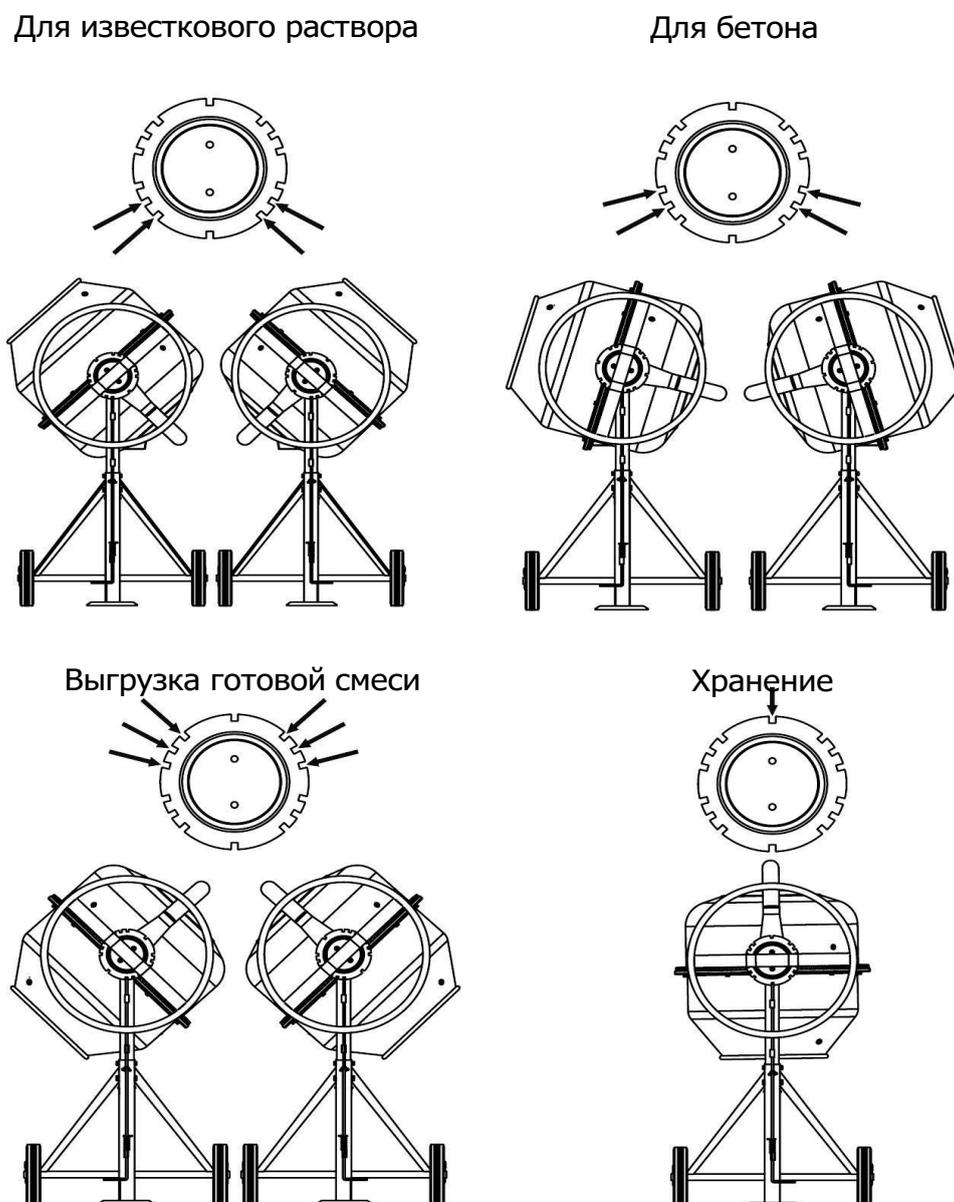

Рис. 9
- После этого отожмите рукоятку на себя и поверните ее на нужный угол. Позиции барабана (См. Рис.9):